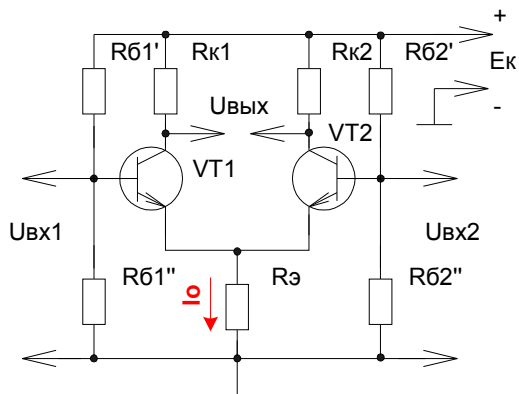

Рис. 256
2) Дифференциальный каскад УПТ. Дифференциальным каскадом УПТ называется усилитель разности напряжений (смотрите рисунок 256). $R_{k1} = R_{k2} = R_k$.